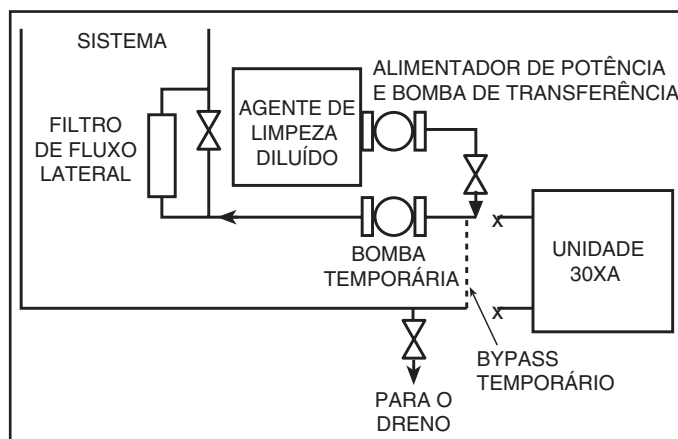

Fig. 17 - Limpeza Utilizando um Filtro de Fluxo Lateral
- c. Um filtro de fluxo lateral é recomendado (veja a Fig. 17 durante o processo de limpeza). A vazão lateral do filtro deve ser suficiente para filtrar o todo o volume de água a cada 3 a 4 horas. Troque os filtros com frequência conforme necessário durante o processo de limpeza.